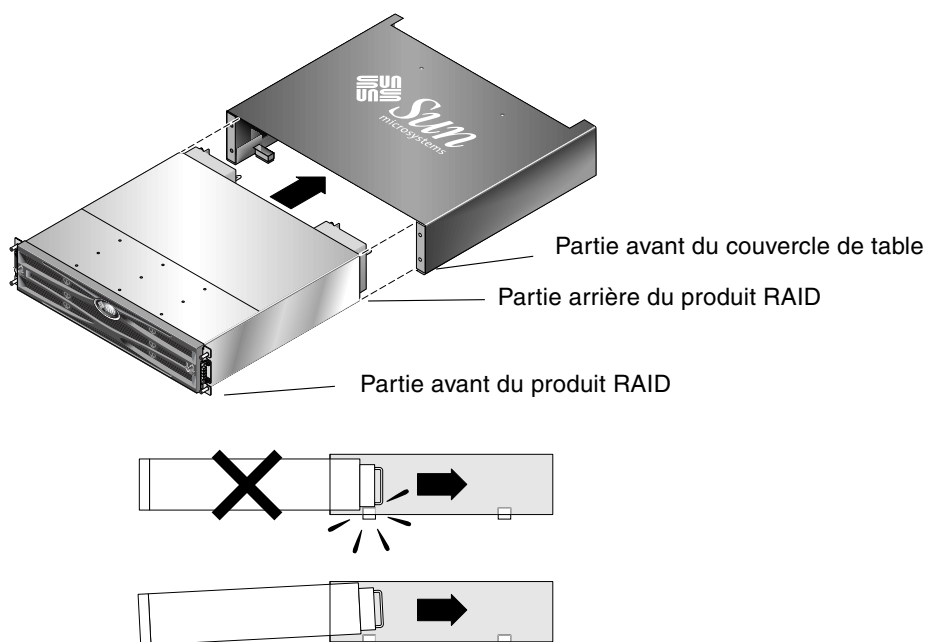

FIGURE 2-4 Coulisement du châssis dans le couvercle de table
5. Faites glisser l'arrière de la baie vers l'avant du couvercle de table jusqu'à ce que l'avant de la baie soit aligné sur l'avant du couvercle de table. Voir la FIGURE 2-4.